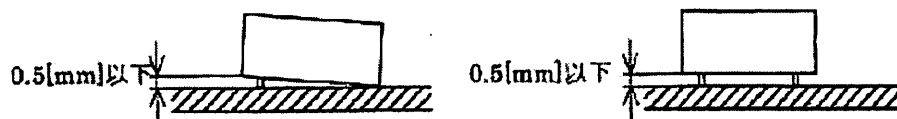

図5 部品の傾き
- ② タクトスイッチ、トグルスイッチは、止まりがあるものは止まりまで差し込み、止まりがないものは密着して取り付けること。なお、浮き上がり限界は、図5に示すとおりとする。